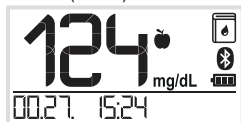
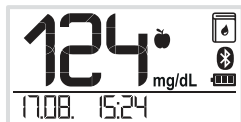

Bild 1
Bild 2
- 2 Der hinterlegte Messwert mit Messeinheit, Uhrzeit, , evtl. vorhandener Messwert-Markierung und evtl. vorhandenem Boluswert wird zusammen mit der Speicherplatznummer kurz angezeigt (Bild 1). Danach wird die Anzeige der Speicherplatznummer durch das Datum ersetzt (Bild 2).